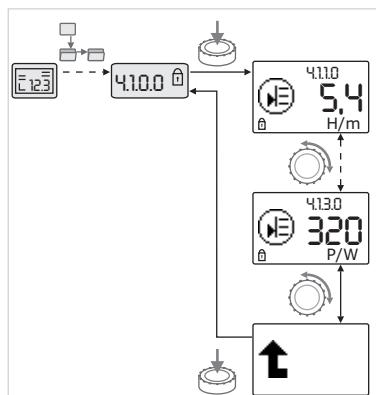

Fig. 40: Hentning af informationer
- Gå til menuelementer af typen "information" i den aktuelle undermenu ved at dreje på den røde knap (se fig. 40). Forklaringer til de indstillinger, der repræsenteres af symboler, se tabellen i kapitel 8.7 „Reference menuelementer“ på side 222.